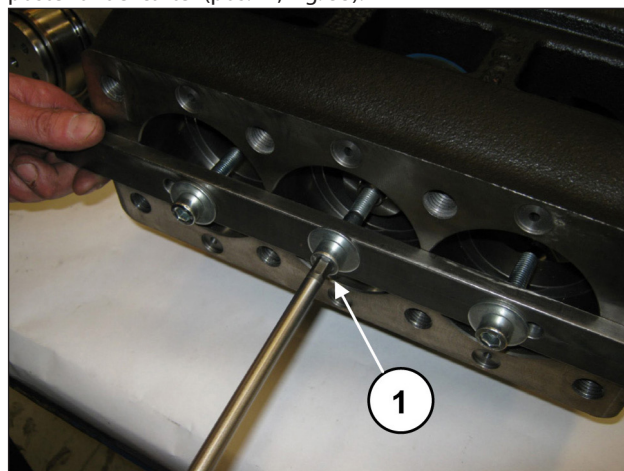
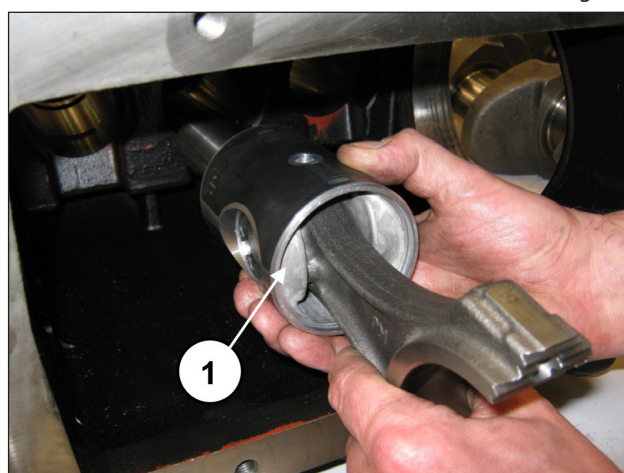

Fig. 32
Fig. 33
En aquellos casos en los que sea necesario sustituir una o más bielas, o guías del pistón, actuar del siguiente modo: Aflojar los tornillos de la herramienta cód. 27566200 para desbloquear las bielas (pos. ①, Fig. 32) y, a continuación, extraer los grupos biela-guía del pistón por la abertura posterior del cárter (pos. ①, Fig. 33).
Comprobar que el cárter esté limpio e introducir el grupo semibiela-guía pistón dentro de las levas del cárter (pos. ①, Fig. 33).
Bloquear los tres grupos con la herramienta cód. 27566200, (pos. ①, Fig. 32).
Desmontar la herramienta que bloquea las bielas cód. 27566200, (pos. ①, Fig. 32).